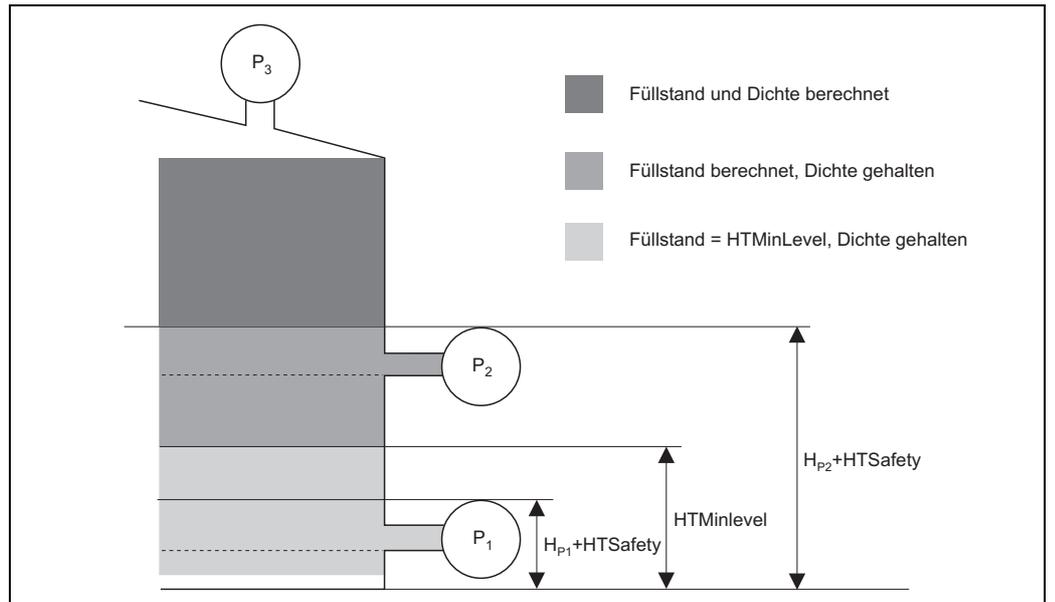
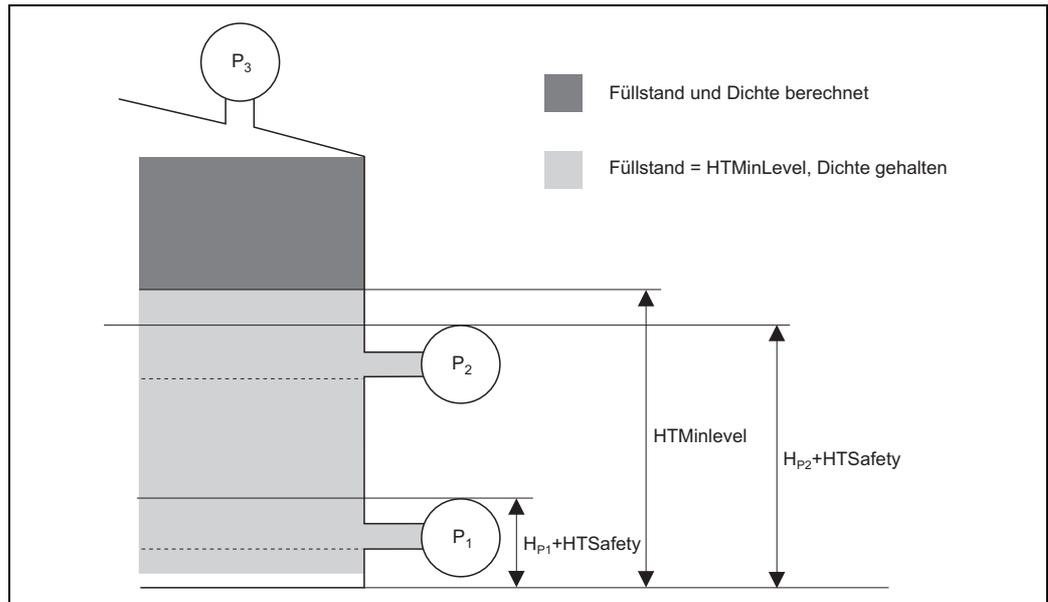

Abb. 2: Berechnung bei $H_1 < HT_{MinLevel} < H_2$
Abb. 4: Berechnung bei $HTMinLevel > H_{P2}$
Abb. 2 bis Abb. 4 zeigen, wie die Bestimmung des Füllstands und der Dichte vom berechneten Wert HTGLevel und vom gewählten Parameterwert HTMinLevel abhängt.
1) siehe oben, Abb. 4